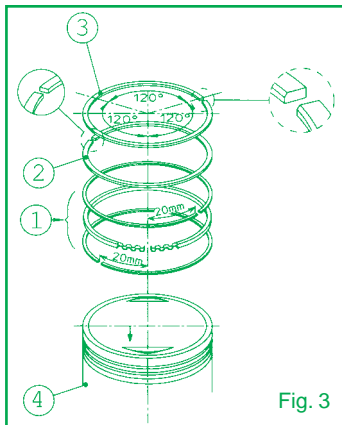

Fig. 3
- Inserire l'espansore del segmento raschiaolio nella apposita cava sul pistone, inserire l'elemento raschiaolio inferiore e successivamente l'elemento raschiaolio superiore completando il montaggio del raschiaolio (Fig. 3 - Part 1).
- Montare il secondo segmento con la stampigliatura rivolta verso la parte superiore del pistone come indicato in Fig. 3 - Part. 2.
- Inserire il primo segmento cromato di compressione con la stampigliatura rivolta verso la parte superiore del pistone come indicato in Fig. 3 - Part. 3.
- Posizionare le aperture dei tagli delle fasce elastiche come indicato in Fig. 3.
- Ricontrollare che le aperture dei tagli delle fasce elastiche siano posizionate come indicato in Fig. 3.